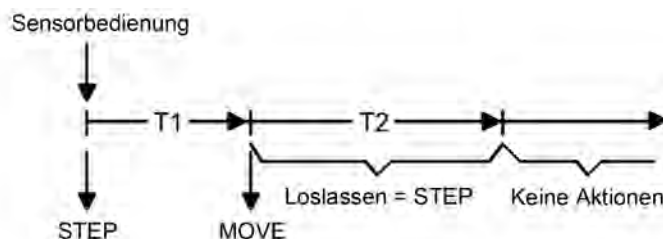

Bild 32: Telegrammkonzept bei der Bedienung einer Sensorfläche der Kanalfunktion "Jalousie/Rolllade (Step/Move/Step)"
- Unmittelbar beim Drücken einer Sensorfläche sendet das Gerät ein Kurzzeittelegramm auf den Bus aus (Bild 32), wodurch ein fahrender Antrieb gestoppt und intern die "Zeit zwischen Kurz- und Langzeitbefehl" T1 gestartet wird. Wenn das betätigte Sensorelement innerhalb von T1 wieder losgelassen wird, sendet das Gerät kein weiteres Telegramm aus. Dieser Step dient zum Stoppen einer laufenden Dauerfahrt. Die "Zeit zwischen Kurz- und Langzeitbefehl" wird in der ETS konfiguriert und sollte kürzer eingestellt sein als der Kurzzeitbetrieb des Aktors, damit es hier nicht zu einem störenden Ruckeln des angesteuerten Antriebs kommt.